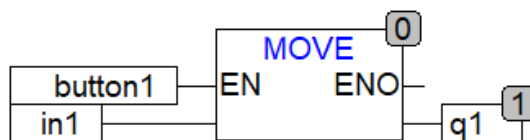
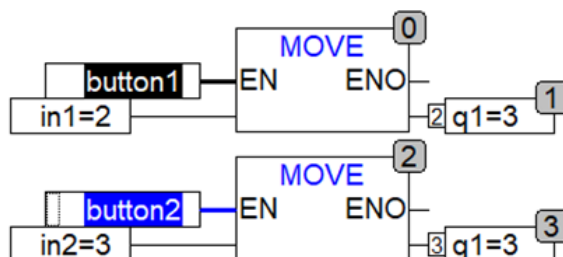

Рисунок 4.15 – Оператор «Присвоение» с дополнительным входом условия
Рисунок 4.16 – Работа оператора «Присвоение»
В качестве оператора блок «Присвоение» используется с дополнительными входами условиями срабатывания (EN/ENO) (рис. 4.15). Вход «EN» служит для условия срабатывания блока присвоения (рис. 4.16) и имеет тип данных BOOL. Принцип работы следующий: если на вход запуска работы блока присвоения (EN) приходит логическая единица, то значению выхода присваивается значения входа, иначе выход имеет свое состояние, которое ему было